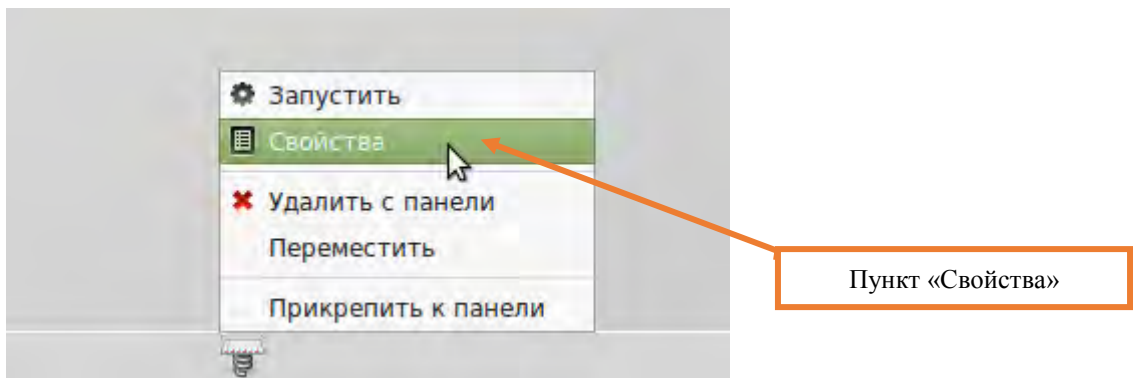
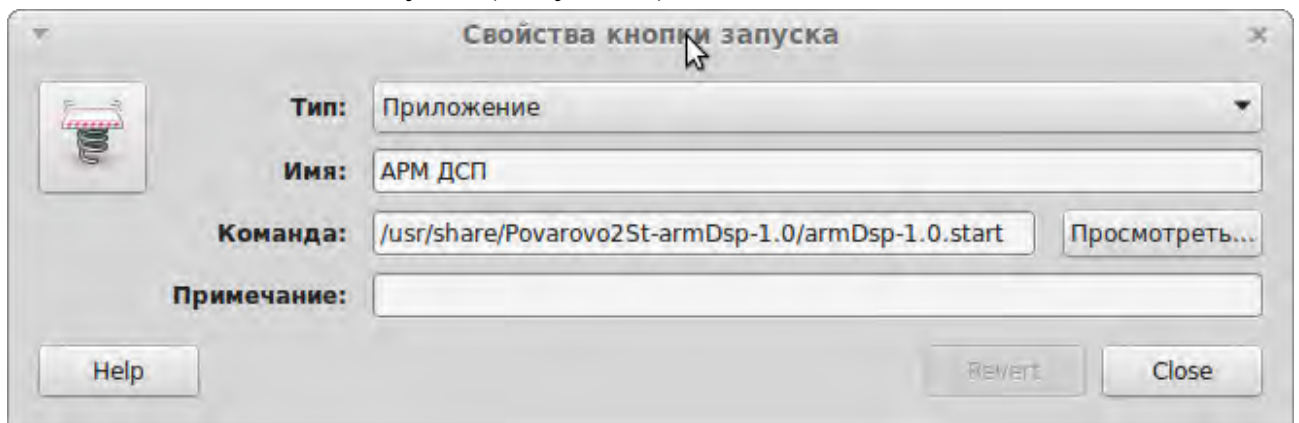

Рисунок 1. Ярлык «Запуск».
Рисунок 2. Окно свойства кнопки запуска.
7.1.1. Определить расположения каталога текущей версии ПО АРМ. **ВНИМАНИЕ:** Прикладное ПО АРМ может находиться в каталогах «/usr/share» или «/opt/crtc/apps», точное место расположения версии ПО можно определить из свойств кнопки запуска ПО АРМ, для этого необходимо правой кнопкой «мыши» выбрать ярлык запуска (Рисунок 1).
7.1.2. Нажать на пункт «Свойства» (Рисунок 1), на экране отобразится окно свойства кнопки запуска (Рисунок 2).
7.1.3. В поле «Команда» указать полный путь к скрипту запуска ПО АРМ (Рисунок 2).